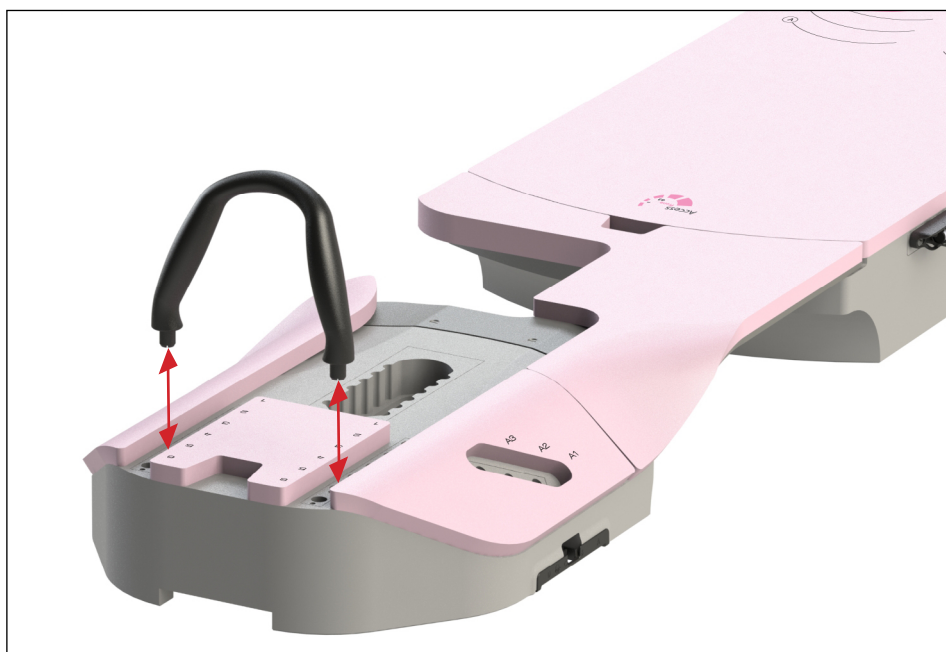

Fig. 15
2. Tryck ned handtaget tills det snäpper in i hålen. (Fig. 15)